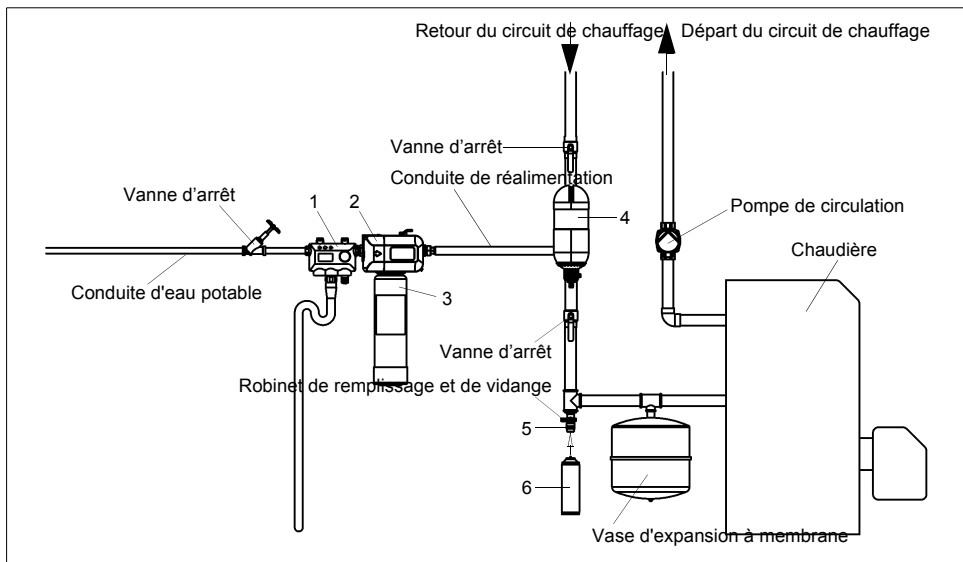

Abb. 7: Schéma de montage
*Avec de l'eau de remplissage du chauffage dont la conductivité est supérieure à 1 000 $\mu\text{S}/\text{cm}$ (JQD-R + JQD-L), il est conseillé de déminéraliser l'eau. À cet effet, nous recommandons le bloc de remplissage JUDO HEIFI PURE (n° de commande 8068536). L'eau de remplissage du chauffage doit ici être vidangée (**prudence : danger d'ébullitionement !**) avant un nouveau remplissage à l'aide du bloc de remplissage JUDO HEIFI PURE. Pour le contrôle de conductivité, nous recommandons l'utilisation du conductivimètre JUDO JPLF 4000 (n° de commande 8690030) (cf. fig. 7).